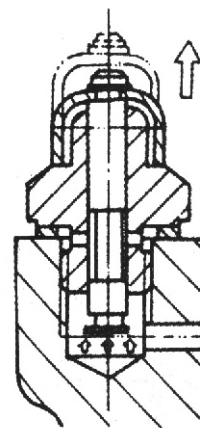

Fig. 7 - Indicador de óleo levantado.
- 2- Óleo lubrificante - Verifique se o indicador de óleo está levantado, isto significa que o óleo está circulando apropriadamente. Se o indicador de óleo não se mover, pare o motor imediatamente para uma verificação, como mostrado na Fig. 7. Adicione óleo lubrificante se necessário.